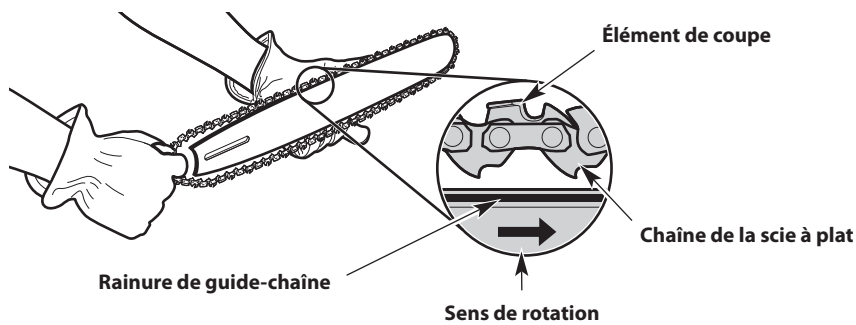
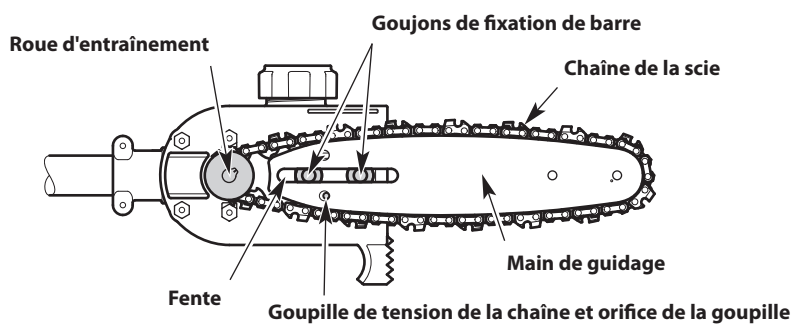

Fig. 12
Fig. 13
3. Faites entrer la chaîne dans la rainure du guide-chaîne (Fig. 12). Assurez-vous que les couteaux pointent dans le bon sens de rotation (Fig. 12). Gardez une boucle de chaîne à l'extrémité arrière du guide-chaîne (Fig. 12).
4. Maintenez la chaîne et le guide-chaîne ensemble, en position sur l'appareil. Enroulez la chaîne de scie autour du pignon d'entraînement et installez la barre de guidage sur les goujons de retenue de la barre (Fig. 13). Assurez-vous que le guide-chaîne est à plat contre la surface de montage. Assurez-vous que les méplats de la chaîne se trouvent dans les rainures sur le pignon d'entraînement (Fig. 12 et Fig. 13). Assurez-vous que la goupille de tension de la chaîne se trouve dans son orifice sur le guide-chaîne (Fig. 13).
6. Installez le couvercle du guide-chaîne. Serrez la vis et deux (2) écrous de fixation de barre.